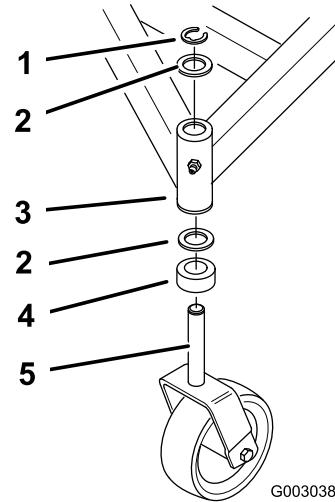

Figure 37
3. Enlevez la bague de retenue et la ou les rondelle(s) de butée en haut de la chape de la roue pivotante (Figure 37).
9. Vérifiez l'usure de la chape de la roue pivotante et remplacez-la le cas échéant (Figure 37).
10. Insérez la chape dans les bagues à l'intérieur du tube de montage. Replacez la ou les entretoise(s) sur la chape et fixez-les avec la bague de retenue (Figure 37).